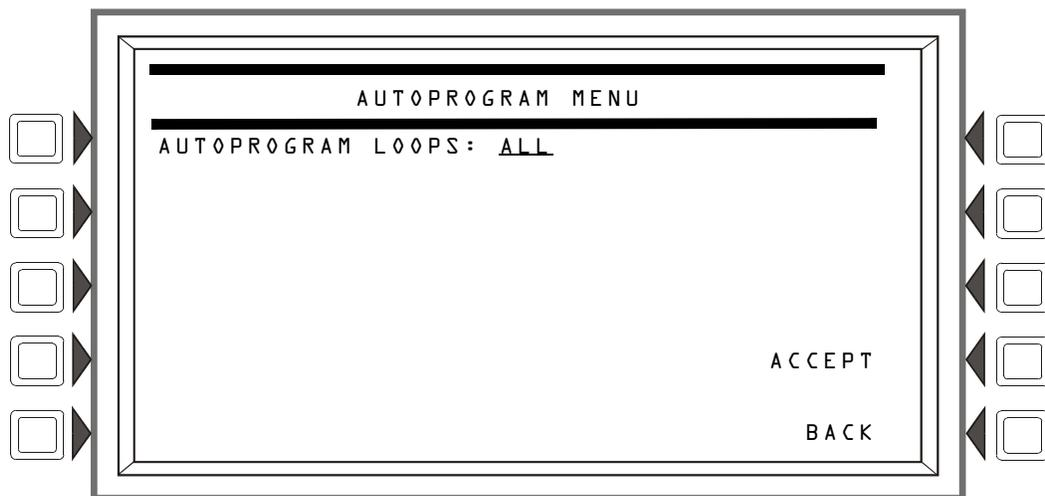

Figura 3.49 Tela Menu de programação automática
3. Pressione a tecla multifunção **AUTOPROGRAM L O O P S** (Programação automática de laços) e insere os SLC desejados (laços 1+2 neste exemplo) na tela Menu de programação automática (figura 3.49)